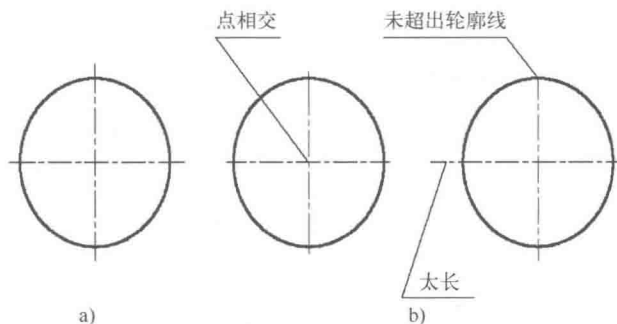

图 1-11 点画线画法
3) 绘制圆的对称中心线时，圆心应为线段的交点。点画线和双点画线的首末两端应是线段而不是短画。建议中心线超出轮廓线 $2 \sim 5\text{mm}$ ，如图 1-11 所示。